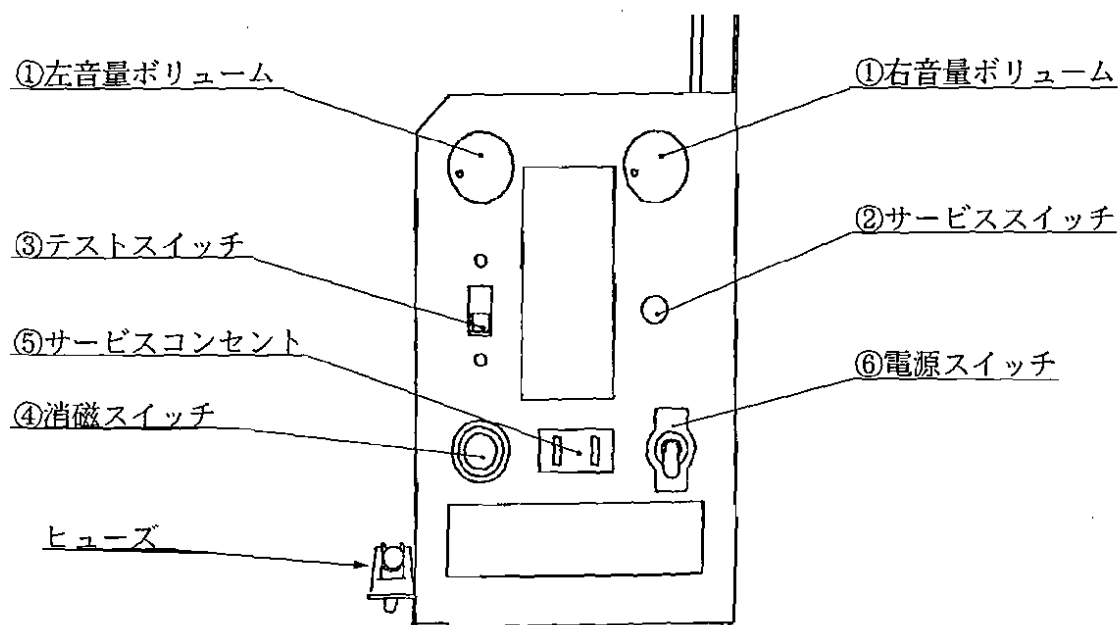

図4
- (1) メンテ扉を開けると、電源盤A s s yがあります。
- (2) ヒューズを交換します(P 9 図4 参照)。